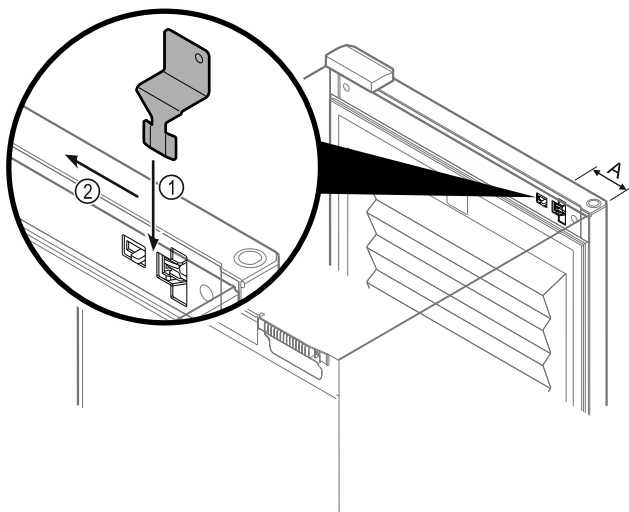

Fig. 133
- ▶ Klíč pro nouzové odblokování umístěte na dané místo Fig. 133 (A) \approx 100 mm.
- ▶ Zasuňte klíč pro nouzové odblokování mezi dveře a korpus spotřebiče shora až na doraz Fig. 133 (1).
- ▶ Zatlačte klíč pro nouzové odblokování ve směru strany závěsu Fig. 133 (2).